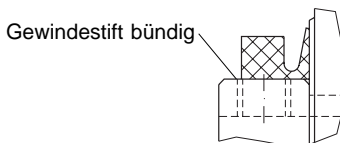

Abb. 2: Axialdichtung
- Auf richtigen Sitz des Axialdichtringes ist zu achten ! (siehe Abb. 2)